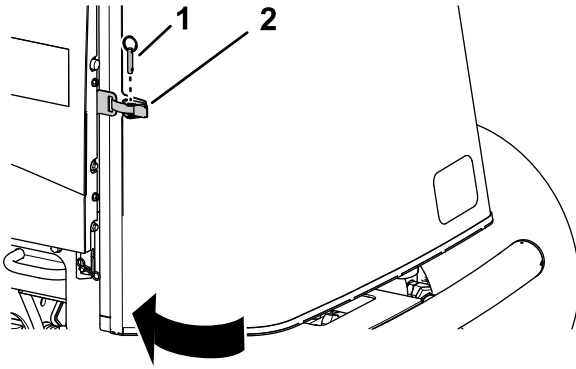

Bild 67
1. Schließen und verriegeln Sie das Gitter (Bild 67).